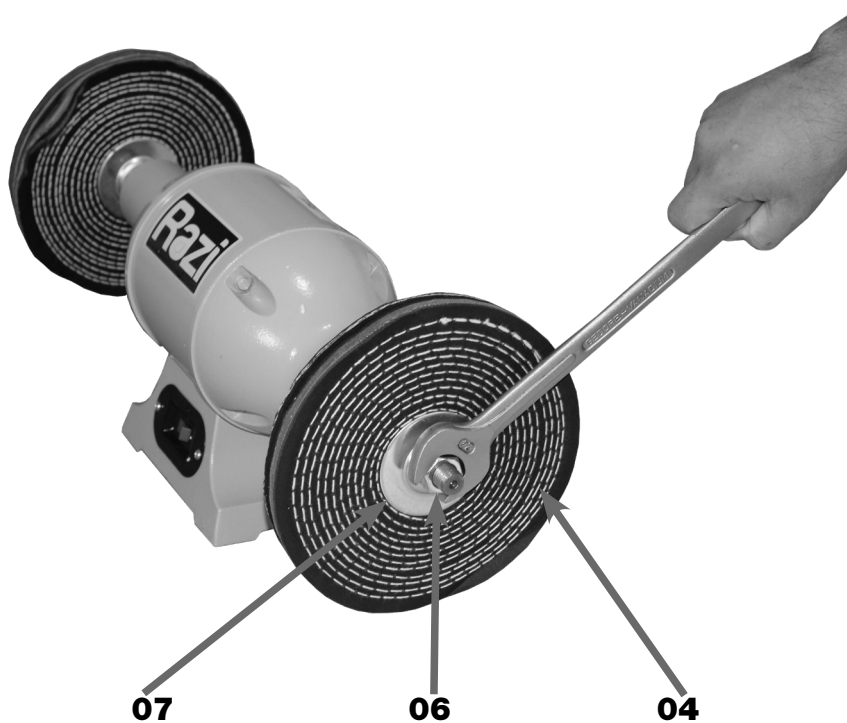
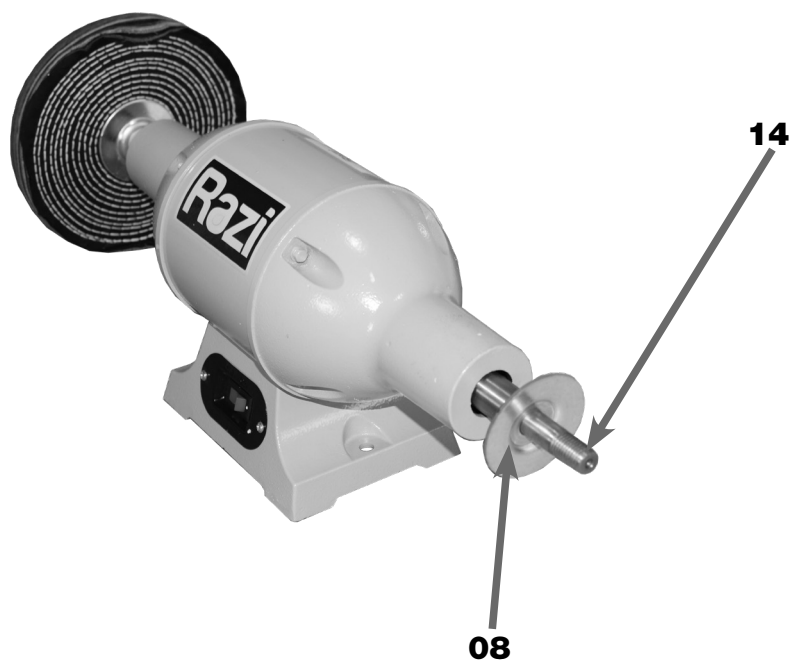

FIGURA 05 – Remoção da Roda de Polir
FIGURA 06 – Flange Interna
1. DESCONECTAR o Plugue de Alimentação (12) da Rede Elétrica do usuário;
2. RETIRAR a Porca de Fixação da Roda (06) (figura 05), utilizando uma Chave Fixa 24 mm;
3. RETIRAR a Flange Externa (07);
4. RETIRAR a Roda de Polir (03) ou (04) do Eixo (14) (figura 06);
5. VERIFICAR a posição da Flange Interna (08) (figura 06);
6. COLOCAR uma nova Roda de Polir (03) ou (04) no Eixo (14);
7. COLOCAR a Flange Externa (07) (figura 05);
8. COLOCAR e APERTAR a Porca de Fixação da Roda (06) (figura 05), utilizando uma Chave Fixa 24 mm;
9. VERIFICAR se a Roda de Polir (03) ou (04) gira normalmente;